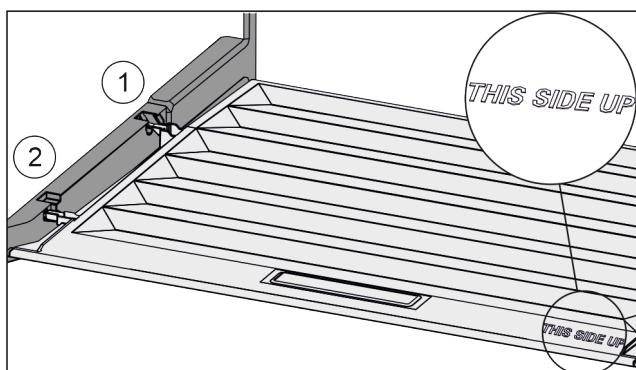

Fig. 162
- Вставить поперечные ребра крышки через отверстие заднего держателя Fig. 162 (1) и защелкнуть спереди в держателе Fig. 162 (2).